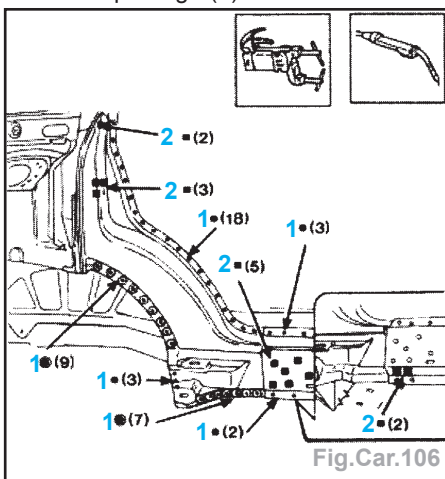

Fig.Car.106
- Effectuer des soudures (Fig.Car.106) :
- par points (1),
- en remplissage (2) dans les trous.